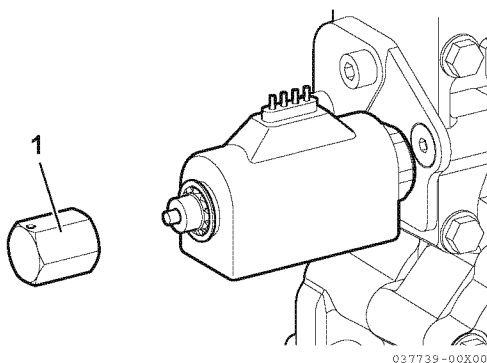

Figure 12
2. Vissez l'écrou d'urgence(1, **Figure 12**) sur la soupape électrique.